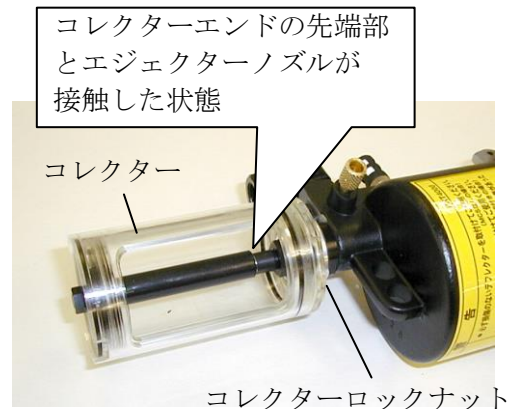

図11-6
③ エジェクタノズルの位置がずれないように注意しながら、12mmスパナでロックナットをしっかりと締め込んでください。
(5) コレクターロックナットとコレクターを組み付けてください。
- ①一旦、コレクターロックナットをMC Sジョイントの奥までねじ込んでください。
- ②コレクターをMC Sジョイントにねじ込んでください。このとき、コレクターエンドの先端部とエジェクタノズルが接触する状態にしてください。(図11-6)
- ③コレクターエンドの先端部とエジェクタノズルが接触した状態で、コレクターロックナットとコレクターを、モンキレンチなどを使用して、互いに締めつけしっかりと固定してください。